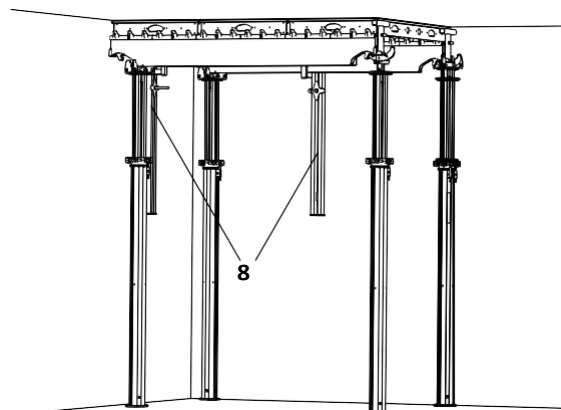

Fig. A4.08
→Началното поле е готово. (Fig. A4.08)
4. Махнете триногите. (Fig. A4.08)